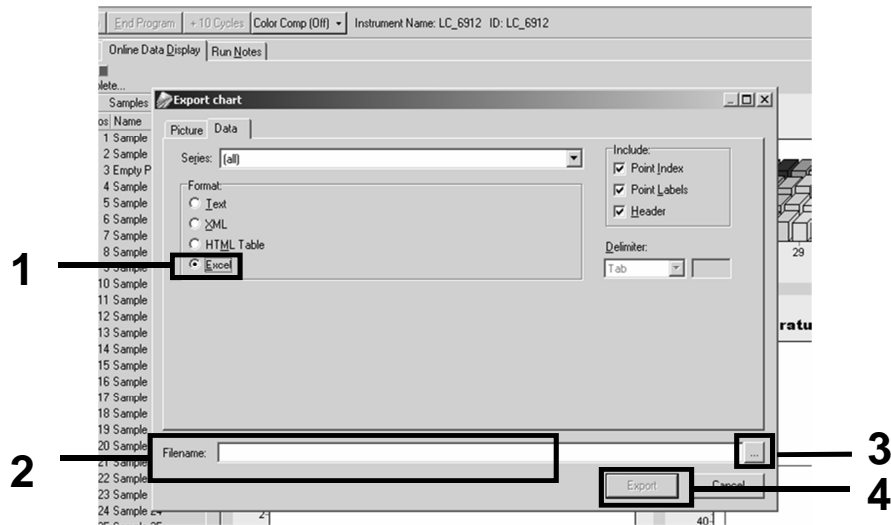

Figura 30. Selezione del formato di esportazione e destinazione del file di dati.
13. Fare clic sulla casella "Excel" della finestra di dialogo "Export chart" (Esportazione grafico) (Figura 30). Inserire un nome nel campo "Filename" (Nome file). Selezionare una destinazione per l'esportazione del file utilizzando il pulsante . Fare clic su "Export" (Esporta).